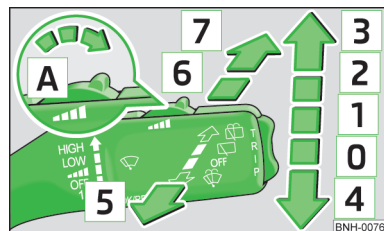

Abb. 28
- Möchte man die Frontscheibe nur **kurz** wischen, den Hebel in die gefederte Stellung **4** » Abb. 28 drücken.
- Den Hebel nach oben in Stellung **1** » Abb. 28 stellen.
- Den Hebel nach oben in Stellung **2** » Abb. 28 stellen.
➤ Den Hebel nach oben in Stellung **3** » Abb. 28 stellen.
- Den Hebel zum Lenkrad in die gefederte Stellung **5** » Abb. 28 ziehen, die Waschanlage und die Scheibenwischer arbeiten.
➤ Den Hebel vom Lenkrad weg in Stellung **6** » Abb. 28 drücken, der Scheibenwischer wischt regelmäßig nach einigen Sekunden.
- Den Hebel vom Lenkrad weg in die gefederte Stellung **7** » Abb. 28 drücken, der Scheibenwischer und die Waschanlage arbeiten.
➤ Den Hebel in die Grundstellung **0** » Abb. 28 zurückstellen.
Wenn das Ablend- oder Fernlicht eingeschaltet ist und der Scheibenwischerhebel in die Position **5** » Abb. 28 gezogen wird, werden die Scheinwerfer kurz bespritzt. Zum Reinigen der Scheinwerfer kommt es auch nach jedem zehnten Besprühen der Frontscheibe.
- Den Scheibenwischerhebel in Stellung **4** » Abb. 28 » Seite 40 drücken, die Scheibenwischerarme fahren in die Servicestellung.
- Die Zündung einschalten und den Scheibenwischerhebel in Stellung **4** » Abb. 28 » Seite 40 drücken, die Scheibenwischerarme fahren in die Grundstellung.